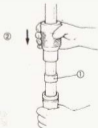

Bild 184
- Obere Gleitbuchse (11) einbauen. Dabei Werkzeug lt. Bild 56. 13 verwenden. Bild 184 zeigt den Vorgang.
- 4 Gleitbuchse nach Bild 184